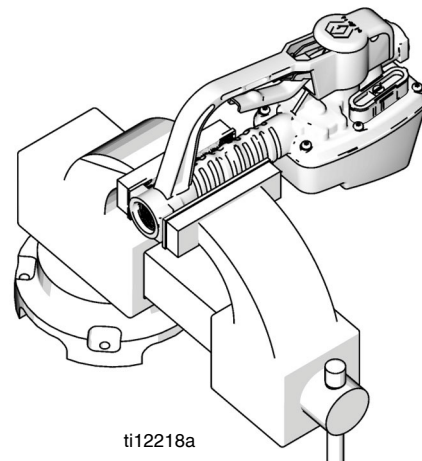

Рис. 4
4. Зажмите расходомер в тисках (Рис. 4).